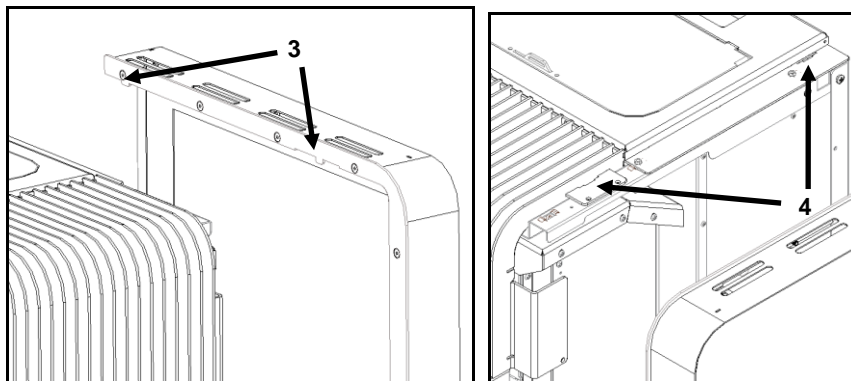

Figura 89 – Colocación de las envolventes Aspen
d) A continuación, primero enganchar los agujeros inferiores **1** de las cubiertas laterales, en las guías **2** que están en el fondo de la máquina, después en dirección descendente, encaje los apoyos **3** en las ranuras **4**, tal como se muestra en la Figura 89.